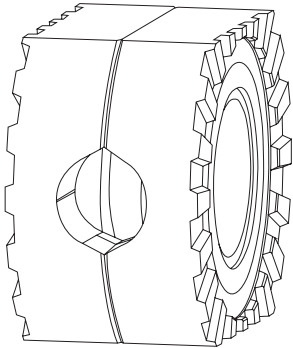

Рис. 4
7. Объедините обе распорные муфты со штифтами, пружинками и дистанционными кольцами в сборе в один пакет. Штифты одной муфты должны быть расположены напротив колодцев с пружинками другой муфты (**Рис.4**).